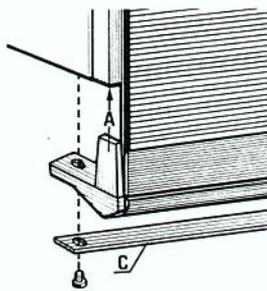

Fig. 23
- Faire pivoter la patte gauche de fixation de 90°, engager la partie (A) (fig. 23) dans le profilé de la chaudière, et fixer l'ensemble sous le panneau de côté gauche (fig. 23).